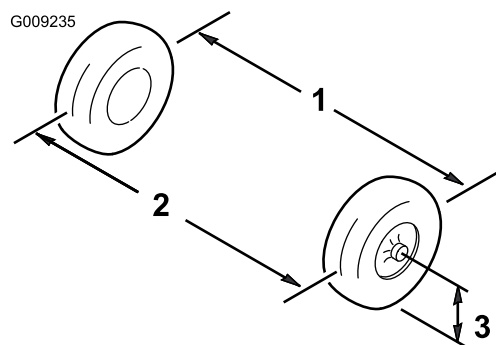

Figure 53
1. Mesurez la distance entre les roues avant à hauteur d'essieu, à l'avant et à l'arrière des roues (Figure 53).